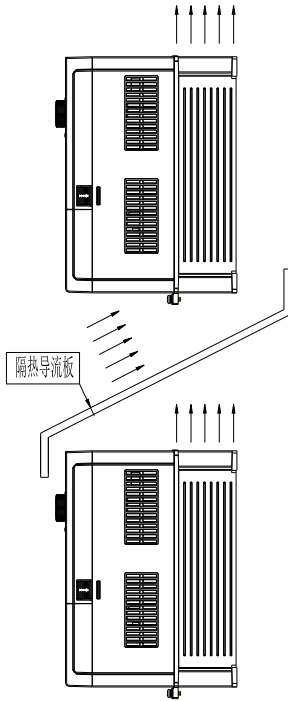

图3-2. ASB500变频器安装示意图
- 1) 请垂直安装变频器，便于热量向上散发。但不能倒置。若柜内有较多变频器时，最好是并排安装。在需要上下安装の場合，请参考图3-2的示意，安装隔热导流板。